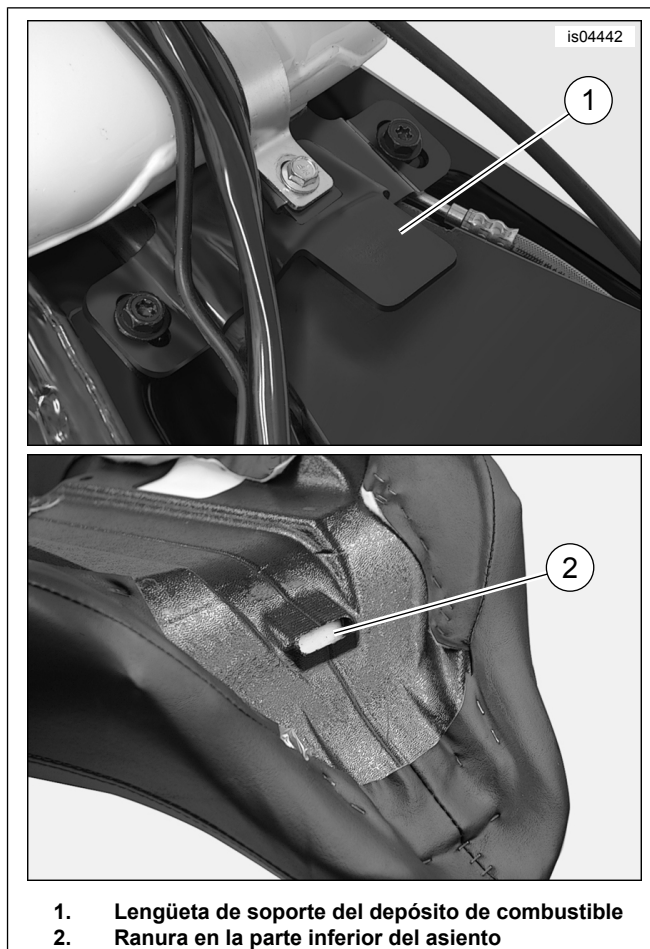

Figura 7. Montaje del asiento delantero
2. Vea la Figura 7. Deslice la parte trasera del asiento a través de la correa de agarre, desde la parte delantera, hasta que la ranura (2) en la parte inferior delantera del asiento quede detrás de la lengüeta de la base del asiento (1) en el soporte trasero del tanque de combustible.
1. Vea la Figura 7. Instale el asiento hasta que la ranura (2) en la parte inferior delantera del asiento quede detrás de la lengüeta de la base del asiento (1) en el soporte trasero del tanque de combustible.